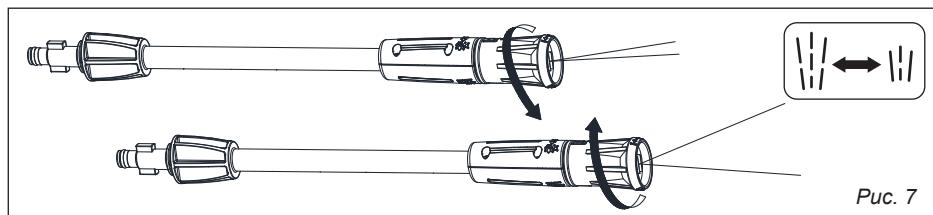

Рис. 7
- Распылительная насадка имеет регулируемый наконечник с возможностью изменения формы струи, для этого удерживая пистолет во включенном состоянии поворачивайте наконечник до получения нужной вам формы струи (рис. 7).